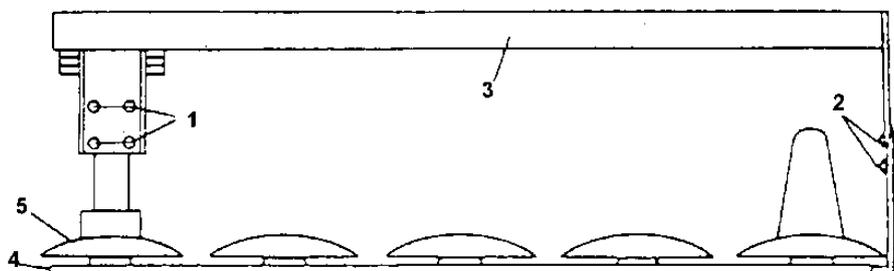

Abb. 38
- Schrauben (1) aus Abb. 38 nicht lösen!